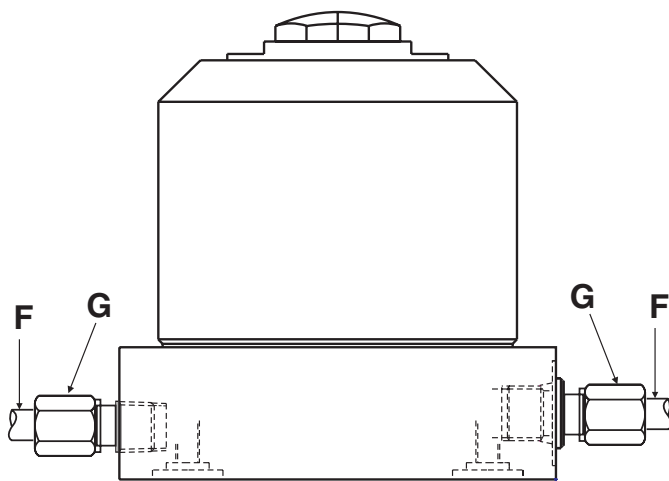
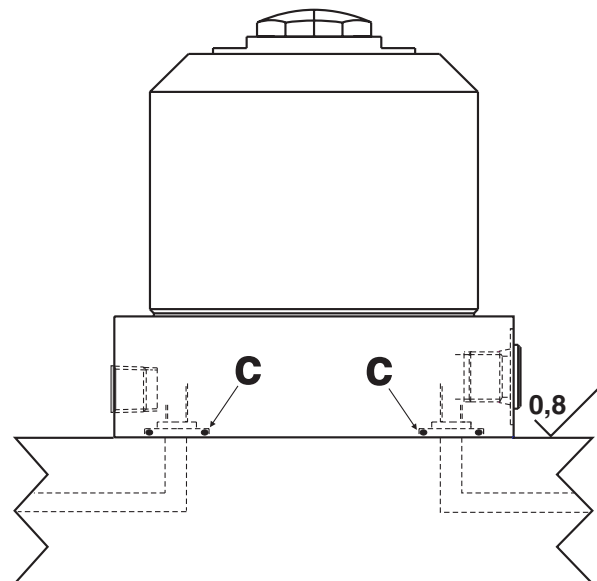

Figura 4 - Supporto di lavoro "a spurgo dell'aria"/"pneumatico" che usa l'attacco laterale di sfiato
Figura 5 - Supporto di lavoro "a spurgo dell'aria"/"pneumatico" che usa l'attacco di sfiato del collettore
1. Collegare una linea d'alimentazione dell'aria (elemento F) all'attacco laterale di sfiato (vedi Figura 4) o all'attacco di sfiato del collettore (vedi Figura 5). Se ci si collega all'attacco laterale di sfiato, rimuovere prima il raccordo di sfiato. Se ci si collega all'attacco di sfiato del collettore, rimuovere dall'attacco il tappo filettato e la guarnizione in rame, lubrificare leggermente l'O-ring fornito ed installare l'O-ring nella sede di dimensioni maggiorate dell'attacco.
3. Collegare una linea d'alimentazione dell'aria (elemento F) all'attacco laterale di sfiato (vedi Figura 4) o all'attacco di sfiato del collettore (vedi Figura 5). Se ci si collega all'attacco laterale di sfiato, rimuovere prima il raccordo di sfiato. Se ci si collega all'attacco di sfiato del collettore, rimuovere dall'attacco il tappo filettato e la guarnizione in rame, lubrificare leggermente l'O-ring fornito ed installare l'O-ring nella sede di dimensioni maggiorate dell'attacco.